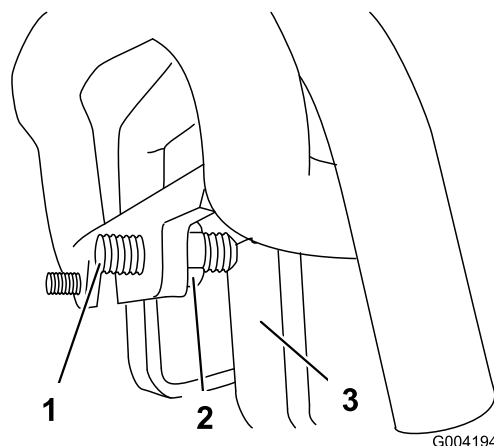

Рисунок 53
3. Если тяговый блок отклоняется **влево**, ослабьте **правую** контргайку и отрегулируйте винт настройки отслеживания положения в передней части рычага управления тягой (Рисунок 53).
4. Если тяговый блок отклоняется **вправо**, ослабьте **левую** контргайку и отрегулируйте винт настройки отслеживания положения в передней части рычага управления тягой (Рисунок 53).